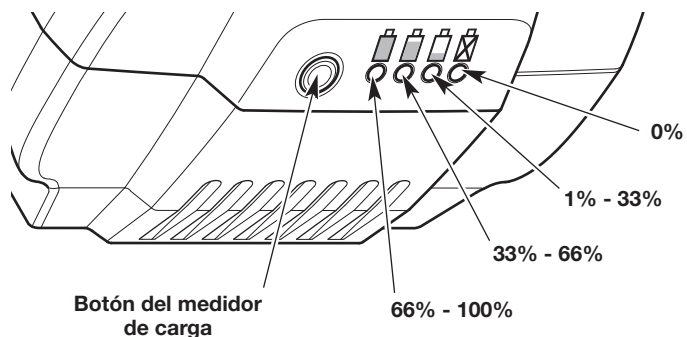

Fig. 8
1. Presione el botón del medidor de carga (Fig. 8).
2. Una o más de las luces del medidor de carga debería iluminarse (Fig. 8). La cantidad y el color de las luces indicarán el nivel actual de carga de la batería: